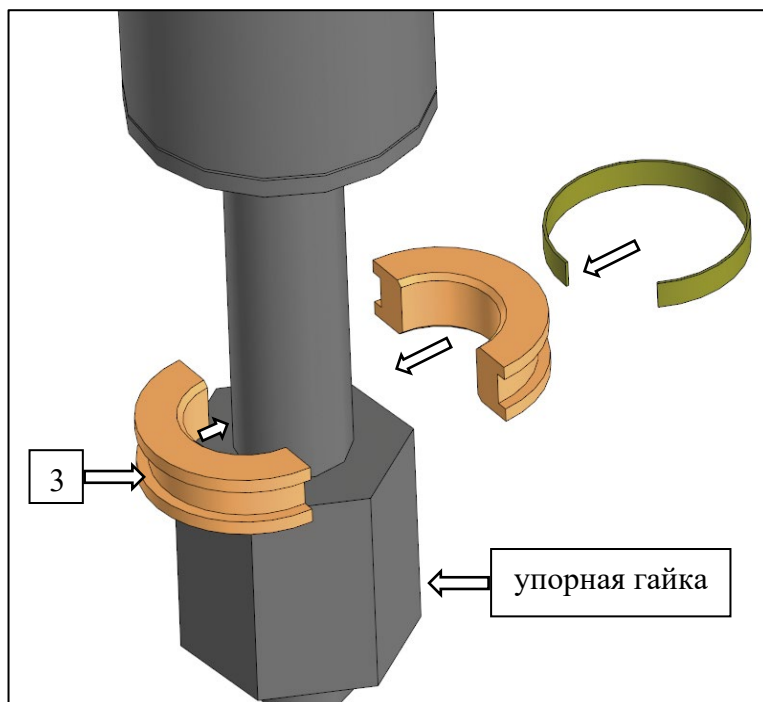
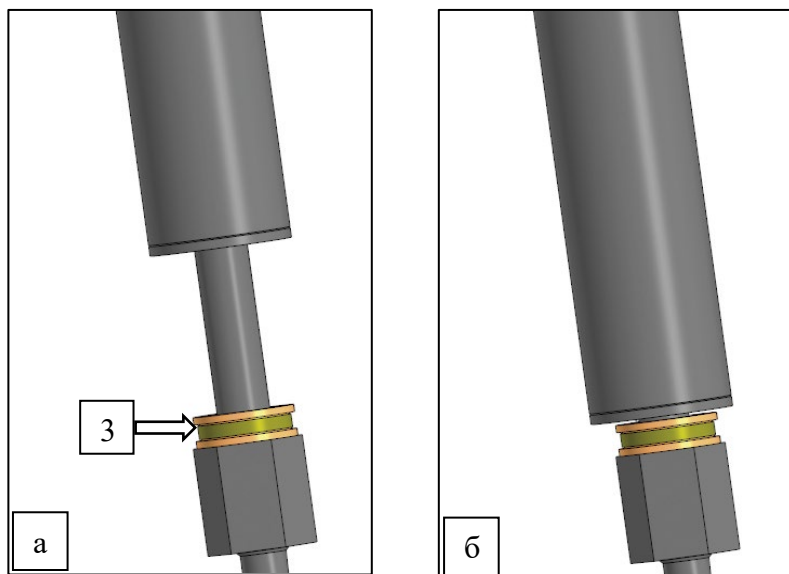

Рисунок 70 – Установка упорного кольца на шток гидроцилиндра
Рисунок 71 – Упорное кольцо (3) установлено на шток:
При работе в условиях, когда необходимо минимальное давление на сошниках, рекомендуется использовать упорные кольца (3), рис. 70, рис. 71.